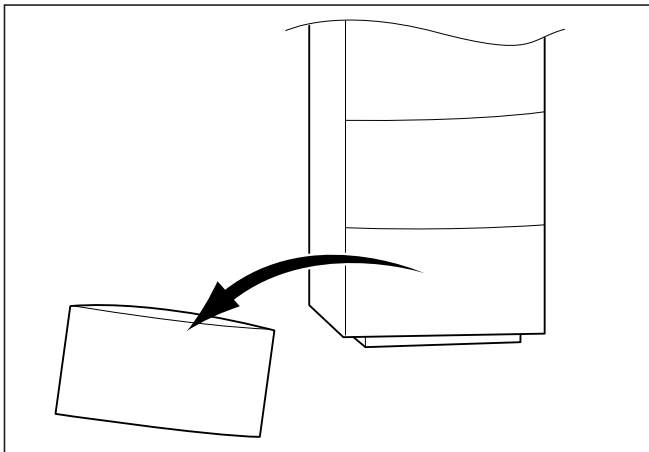

Рис. 4.1 Удаление обшивки
- Удалите самую нижнюю крышку обшивки, чтобы не повредить ее при транспортировке (см. рис. 4.1).